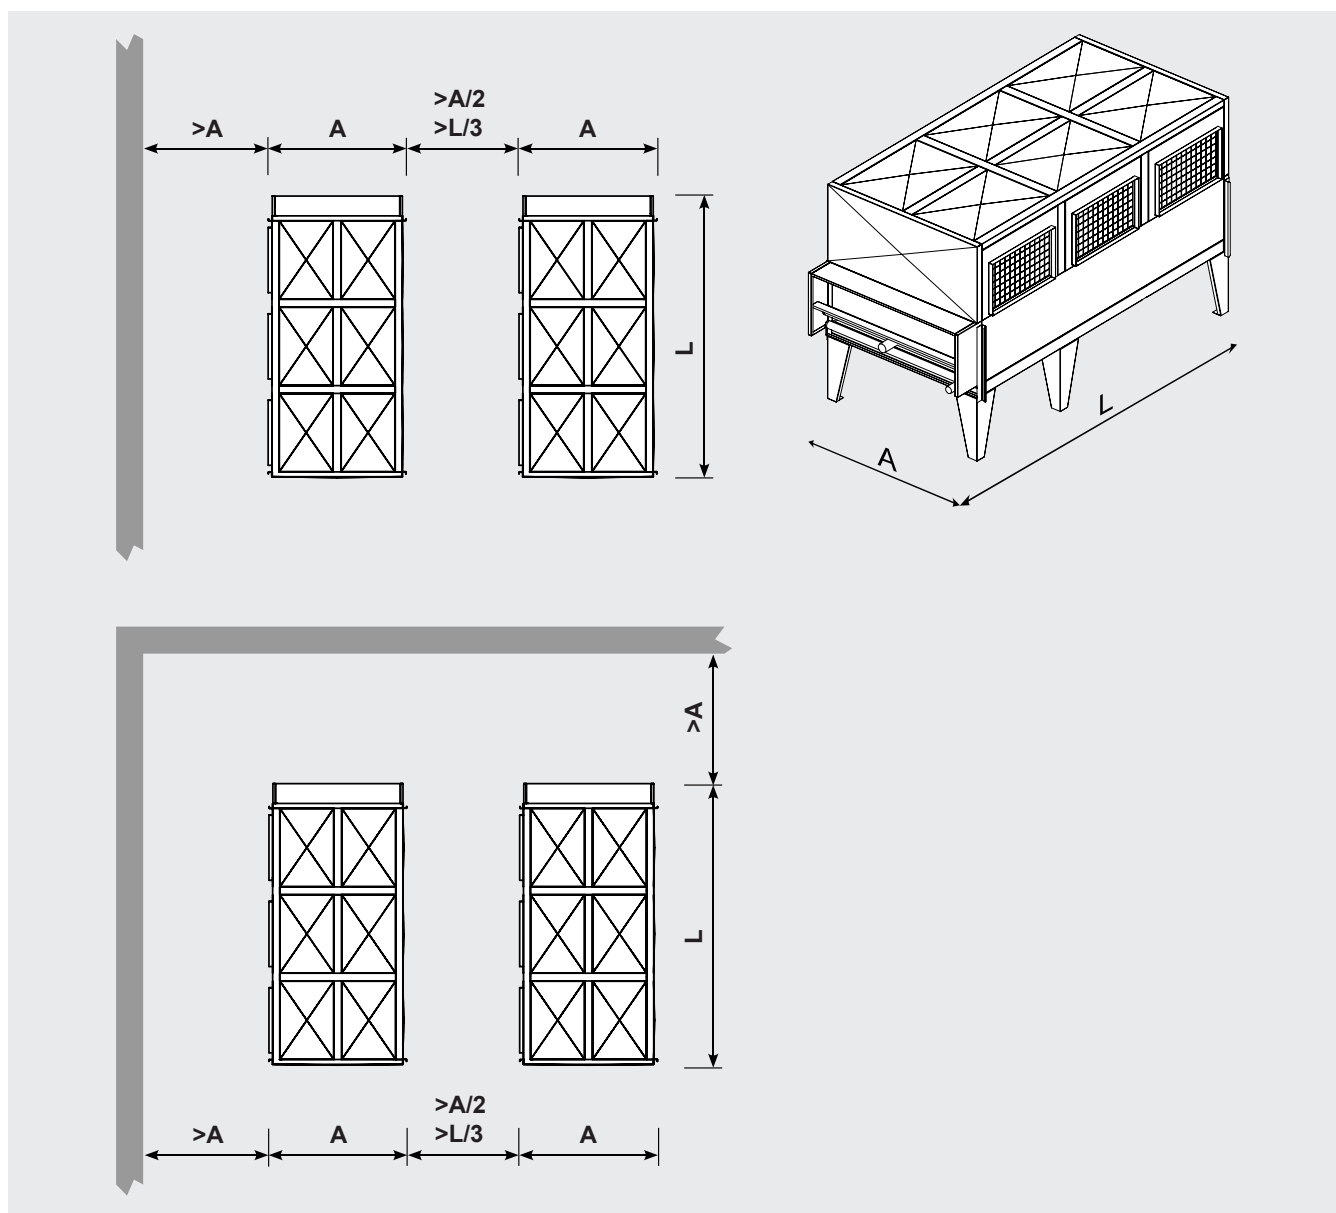

Figura 6
- 6.5 Prevedere uno spazio adeguato alla circolazione dell'aria e alla manutenzione. Evitare di convogliare il flusso dell'aria direttamente contro superfici con potere riflettente o che comunque elevino il livello di rumorosità. La Figura 6 illustra le distanze minime di rispetto. Per installazioni diverse da quanto indicato contattare Modine.